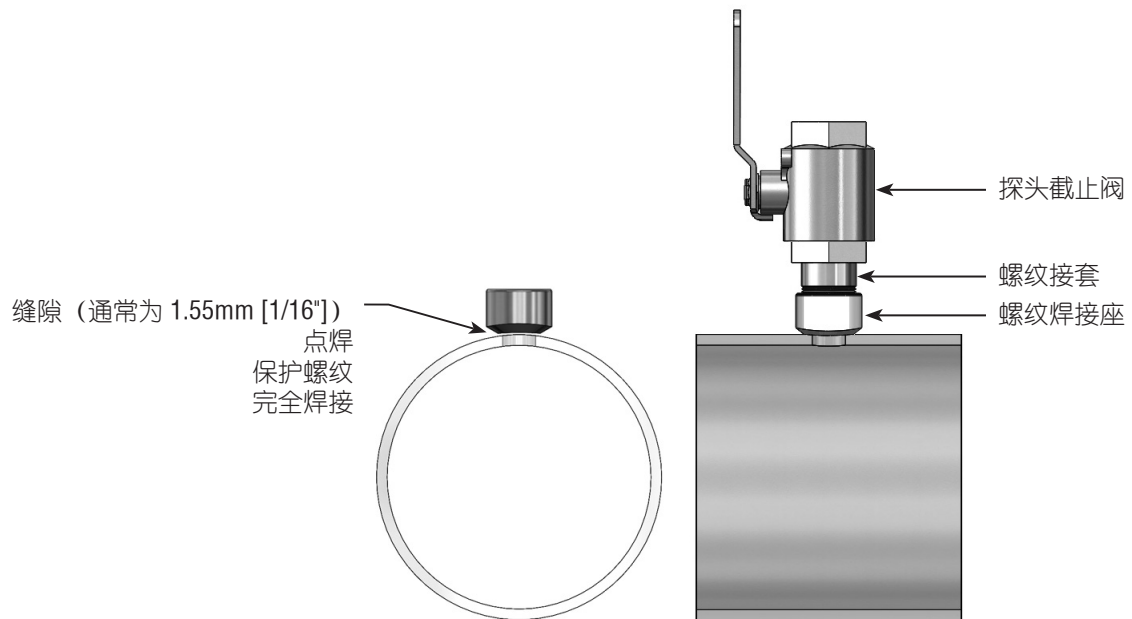

图 4. 焊接缝隙
- 使用适当的管道螺纹密封材料来安装螺纹接套和探头截止阀。调整阀门方向（参见图 4），如果是水平管道，阀柄应与管道中心线方向一致；如果是垂直管道，则应与管道中心线方向垂直。确保在打开或关闭阀门时，阀柄不会碰撞到管道。确保螺纹接套和探头截止阀已紧固，因为在此之后，在管线没有泄压的情况下将不可对其进行检修。